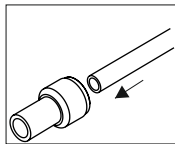

Рис. 4
- 1) Всунуть шланг в быстроразъемное соединение (правильно установленный шланг углубляется в быстроразъемное соединение на 1,5 см) (рис. 4).